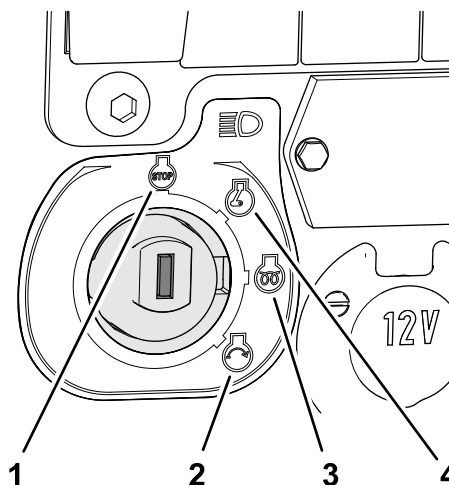

Figura 33
2. Girate la chiave di accensione in posizione FUNZIONAMENTO (Figura 33).